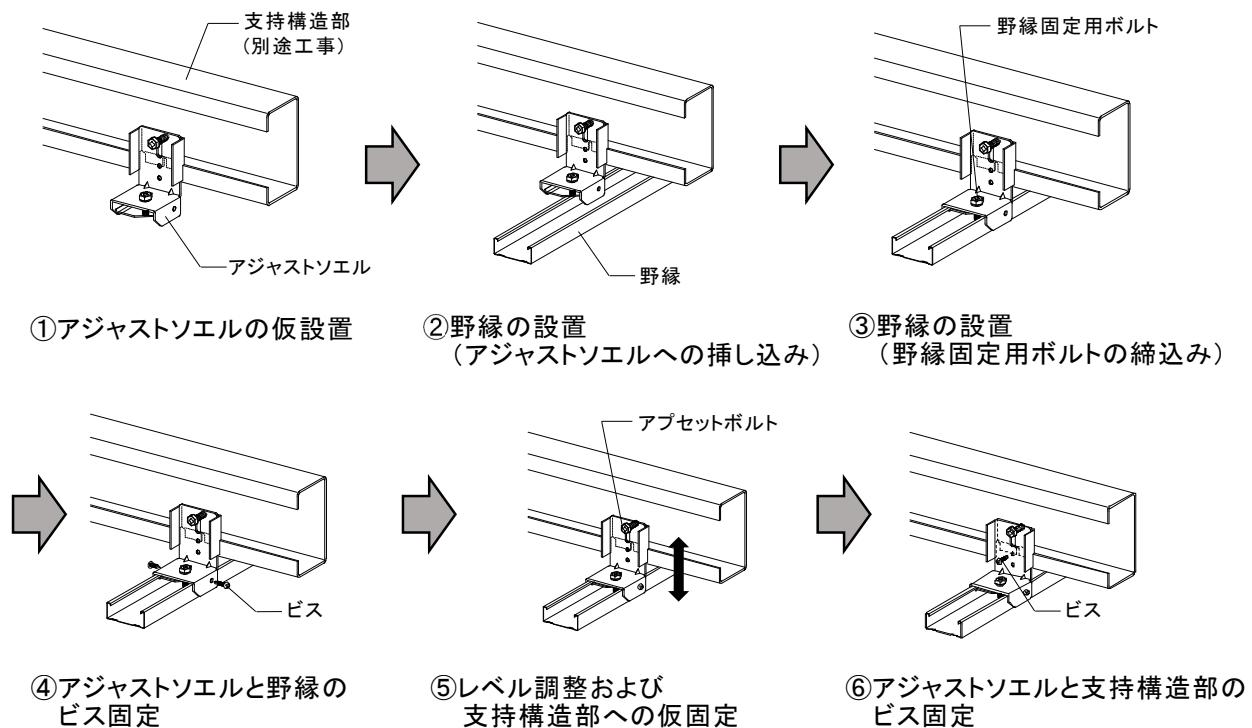

図2-2-3 アジャストソエルの施工方法
- ①アジャストソエルのアッセットボルトを手締め等して支持構造部に仮設置する。
- ②野縁をアジャストソエルに挿し込む。
- ③野縁固定用ボルトをインパクト等で締め込む。
- ④アジャストソエルと野縁側面を所定のビス2本/箇所で固定する。
- ⑤野縁を上下させてレベルを調整し、アジャストソエルのアッセットボルトをインパクト等で締め込み仮固定する。その際、基準位置となるアジャストソエルと支持構造部を所定のビス1本/箇所で固定を推奨する。
- ⑥アジャストソエルが①で出した墨位置にあることを確認し、支持構造部と所定のビス1本/箇所で全数固定する。(図2-2-3、2-2-4参照)